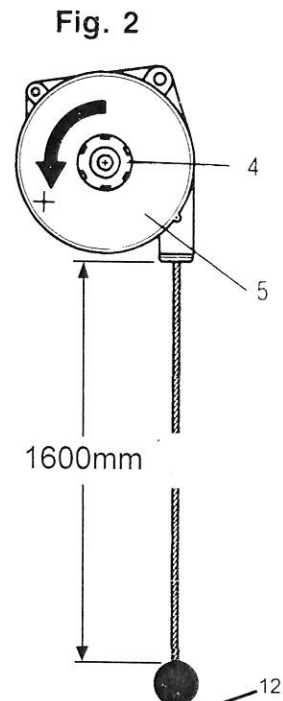
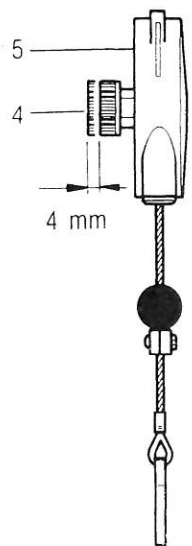

Fig. 2
Fig. 3
**La charge à équilibrer doit être suspendue au mousqueton (16) (Fig.2). Une fois la charge appliquée, s'assurer que le mousqueton est fermé.**
Si nécessaire, déplacer et bloquer le serrage (12) (Fig.2) pour limiter la course vers le haut.
Pour permettre à l'équilibre d'équilibrer des charges plus grandes, dans la capacité de charge admise, tourner le bouton (4) comme indiqué sur la (Fig.2) (dans le sens inverse des aiguilles d'une montre, identifié par le signe +; le réglage n'est pas continu, mais à déclic): après chaque déclic, le bouton (4) doit revenir en contact avec la plaque (5) (Fig.2). Pour des charges plus légères, extraire le bouton (4) et, en le tenant fermement, le tourner comme indiqué sur la (Fig.3): après chaque déclic, le bouton doit revenir en contact avec la plaque (5) (Fig.3).